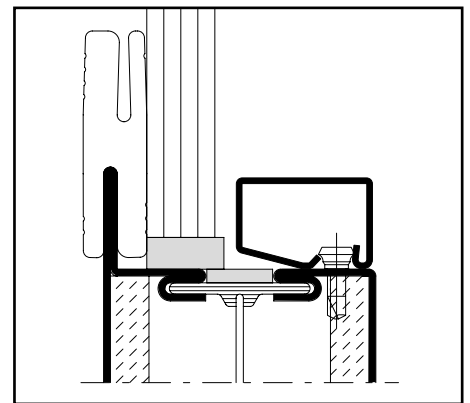

Abb. 24 / Fig. 24 / Fig. 24
- Glaselement einsetzen, ausrichten und verkloten. Alle Glasleisten auflipsen (Abb. 24).
- Mettre en place le vitrage, le positionner et le caler. Clipper toutes les parcloles (fig. 24)
- Insert the glazing element, align correctly and insert pads. Clip on all glazing beads (Fig. 24)